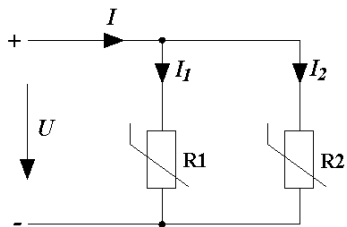
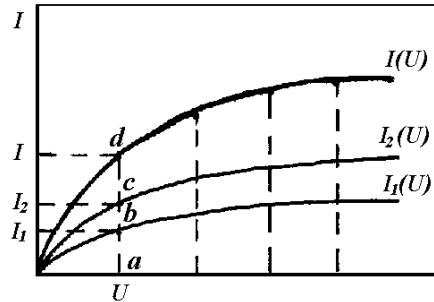

Рис. 1.3
Рис. 1.4
1.2.2. Параллельное соединение резисторов (рис. 1.3), ВАХ которых  $I_1(U)$  и  $I_2(U)$  заданы (рис. 1.4). Известен ток  $I$  на неразветвленном участке. Определить  $U$ ,  $I_1$ ,  $I_2$
1. Задаются произвольным значением напряжения  $U$ . По ВАХ  $I_1(U)$  и  $I_2(U)$  определяют соответствующие значения  $I_1$  (отрезок  $ab$ ) и  $I_2$  (отрезок  $ac$ ) (рис. 1.4).
Точка  $d$  будет принадлежать результирующей ВАХ  $I(U)$  (рис. 1.4).
3. Аналогично, задаваясь другими значениями напряжения  $U$ , определяют нужное количество точек ВАХ  $I(U)$ , которые соединяют плавной кривой (рис. 1.4).